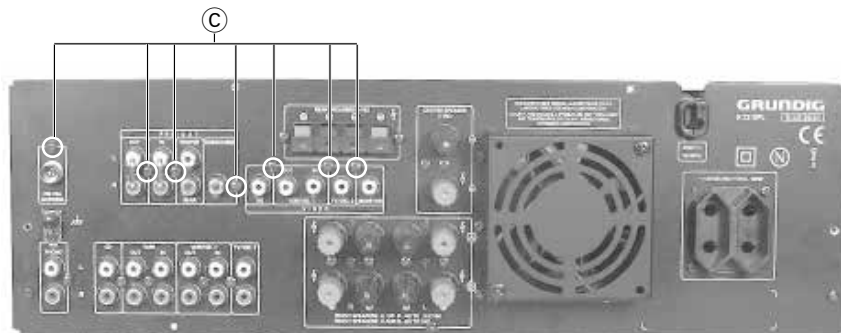
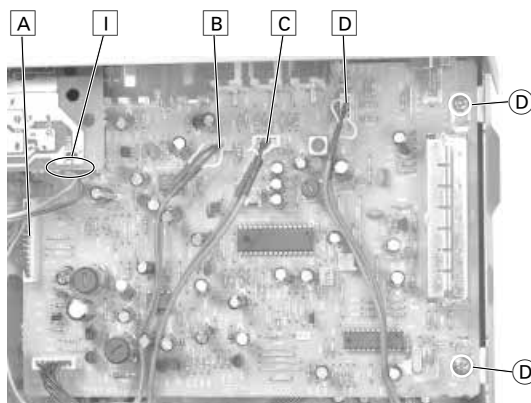

Fig. 4
Fig. 5
- 7 Schrauben (C) (Fig. 4) und 2 Schrauben (D) (Fig. 5) herausdrehen.
- Bei Bedarf die Leitungen (A), (B), (C) und (D) lösen (Fig. 5).
- Undo 7 screws (C) (Fig. 4) and 2 screws (D) (Fig. 5).
- If necessary loosen the leads (A), (B), (C) and (D) (Fig. 5).
- Lüfterzuleitung ③ (Fig. 5) lösen.
- Loosen the lead to the fan ③ (Fig. 5).